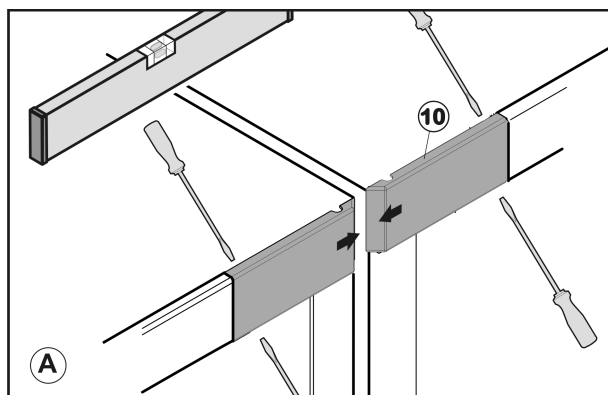

Fig. 41
- Suelte las cubiertas Fig. 41 (10) con un destornillador y retírelas hacia dentro.